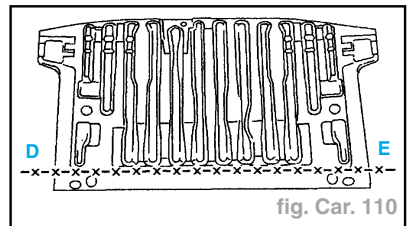

fig. Car. 110
- Tracer puis découper le plancher à l'aide d'une scie suivant l'axe (D; E) = **AB + 20 mm** (vers l'avant du véhicule) (fig. Car. 110 et 112).